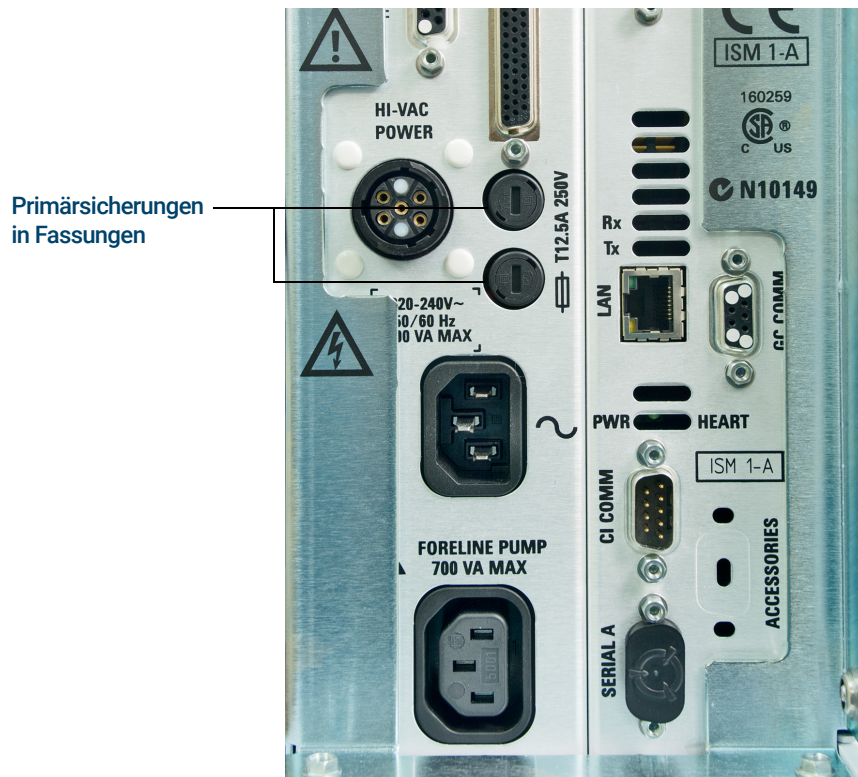

Abbildung 2. Primärsicherungen
- 2 Drehen Sie eine der Fassungen gegen den Uhrzeigersinn, bis sie herauspringt. Die Fassungen der Sicherungen sind federbelastet. (Siehe **Abbildung 2** auf Seite 37.)